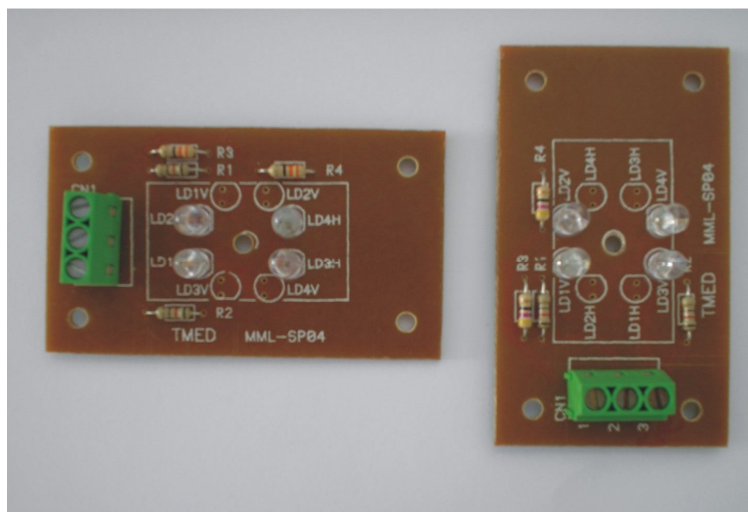

Figura 7 – PCI dos Sinalizadores de Porta (SP)
No corredor, próxima à porta de entrada do apartamento ou enfermaria, localize a caixa de passagem contendo um cabo de dados (UTP de 4 pares), vindo do leito. Em seguida, identifique a orientação da caixa de passagem: ela pode estar instalada na direção vertical ou horizontal. A **Figura 7** abaixo mostra os dois tipos de placa de circuito de SP existentes. Use a placa mostrada à esquerda se a caixa de passagem estiver instalada na
- e. Na placa de circuito do sinalizador de porta (veja a **Figura 7** abaixo), localize um borne de três vias rotulado com "CN1" e verifique que estas vias são numeradas com 1, 2 e 3.